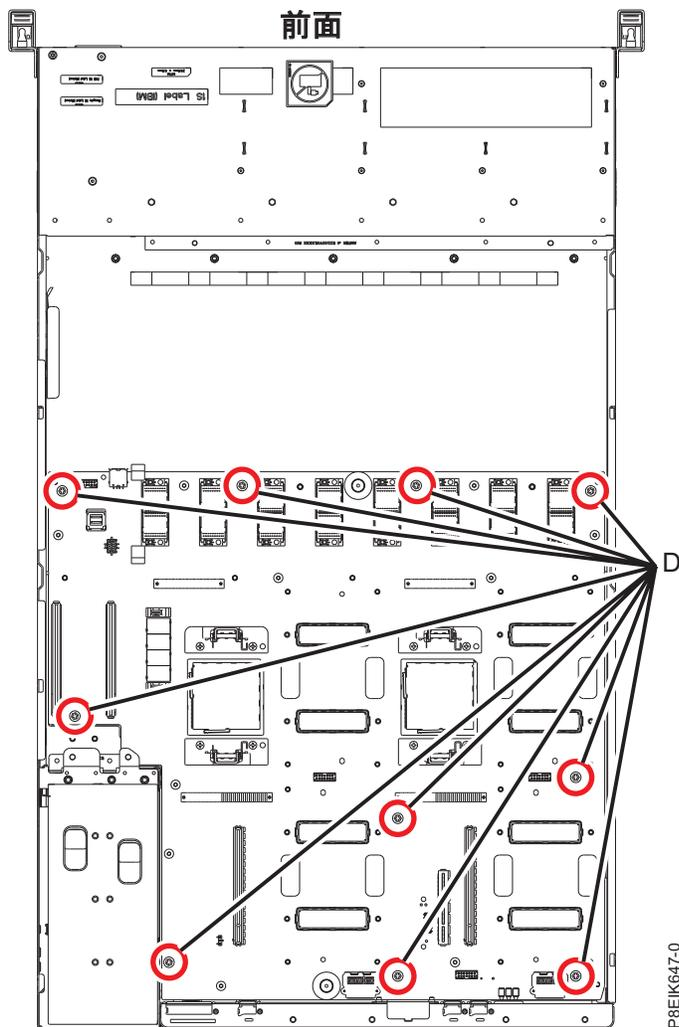

図 147. システム・バックプレーンのねじの位置
4. 10本の黒色の六角ねじ (**B**) を位置合わせして、システム・バックプレーンにねじ留めします。ねじの位置は 133 ページの図 147 に示しています。